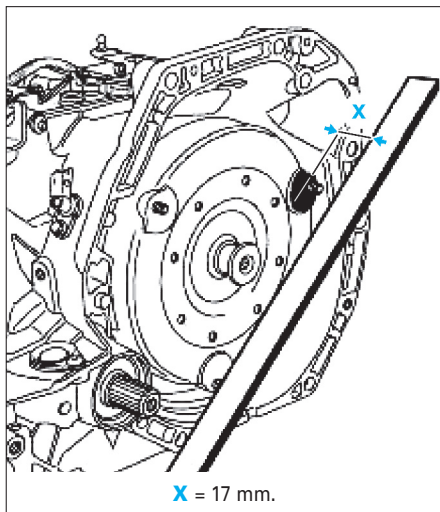

FIG. 7
- s'assurer que le convertisseur soit bien emboîté dans la transmission en contrôlant le retrait (X) de ses épaulements de fixation par rapport au plan d'appui du carter de transmission/bloc-cylindres (fig. 7).